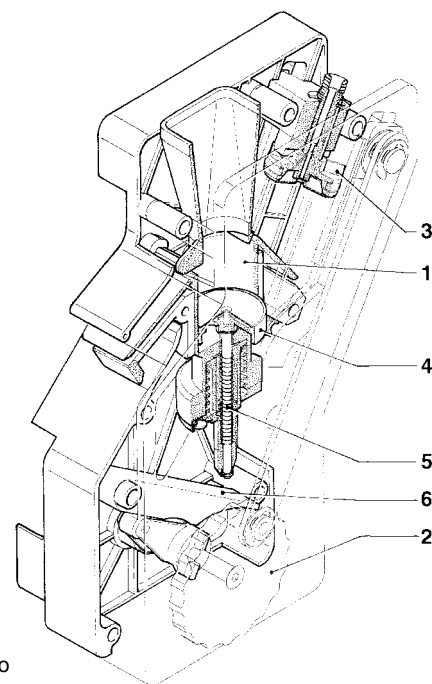

Fig. 12
O café cai na câmara de infusão (1) disposta verticalmente (ver a Fig. 12).